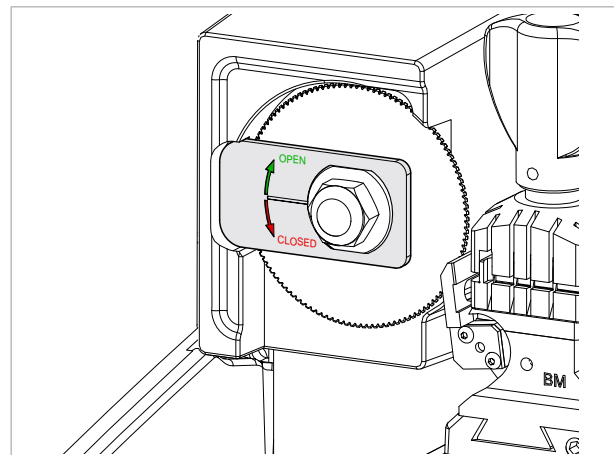

Fig. 145
- 3) Plaats het bijgeleverde freesdeblokkeerplaatje (F3) op de freesmoer zoals afgebeeld in Fig. 145.